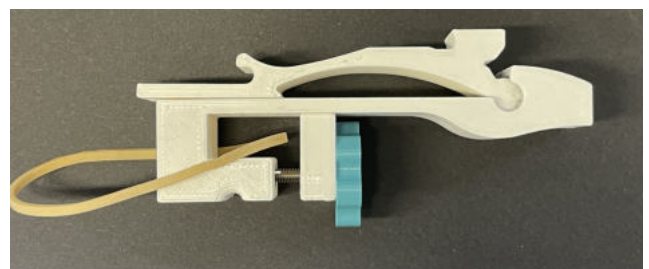

Abb. 18: Die kürzere Schraube wird am Rumpf befestigt.
- (2) Drehe die kürzere der beiden Schrauben mit dem Schieberregler dazwischen in den Rumpf (Abbildung 18).